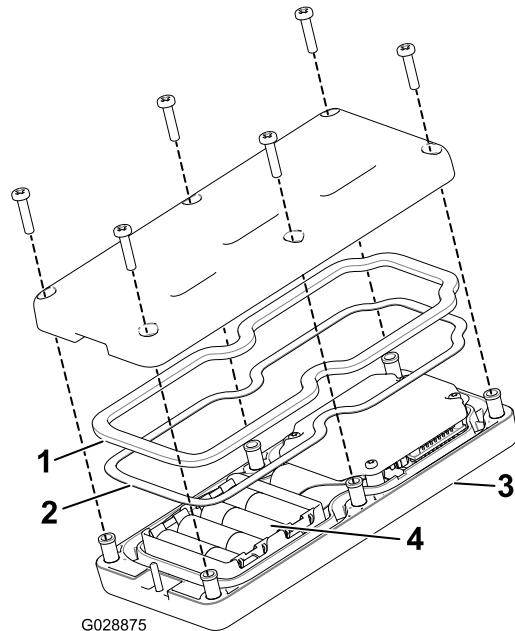

Figura 46
3. Retire os seis parafuso da parte posterior do comando remoto e retire a tampa (Figura 46).
5. Ligue cada bateria nova no encaixe terminal observando a devida polaridade. (Se as pilhas forem incorretamente instaladas, a unidade não será danificada, mas não funciona.) O encaixe tem gravadas marcas de polaridade em cada terminal (Figura 46).
6. Se remover accidentalmente o vedante de borracha e junta de aço, volte a colocá-los, cuidadosamente, no canal no comando remoto (Figura 46).
7. Prenda a tampa com os seis parafusos previamente removidos (Figura 46) e aperte-os com uma força de 1,5 a 1,7 Nm.